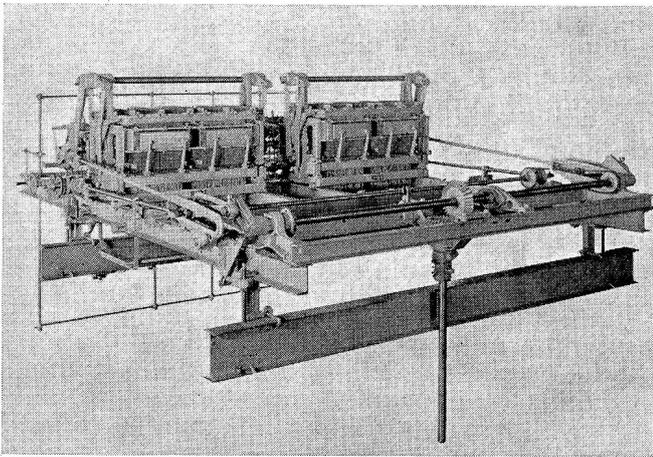

Abb. 2
*JSV — 2 × 896 + 2 × 896 «Verdol» — zwei Doppelmaschinen (Abb. 2)*